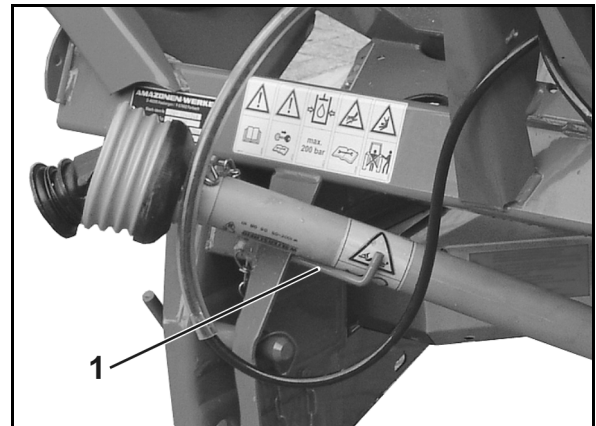

Bild 36
5. Placera kraftöverföringsaxeln i den därför avsedda hållaren (Bild 36/1).